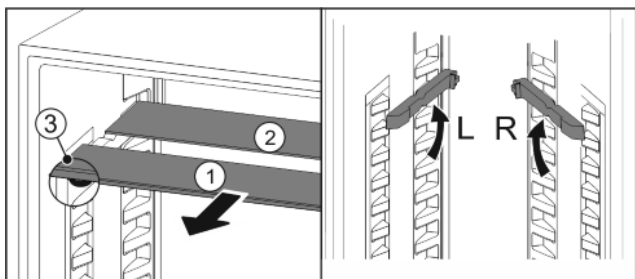

Fig. 17
- ▶ Skleněné desky jednotlivě vytáhněte dopředu Fig. 17 (1).
- ▷ Skleněná deska Fig. 17 (1) se zářkami leží vpředu.
- ▷ Zářky směřují dolů Fig. 17 (3).